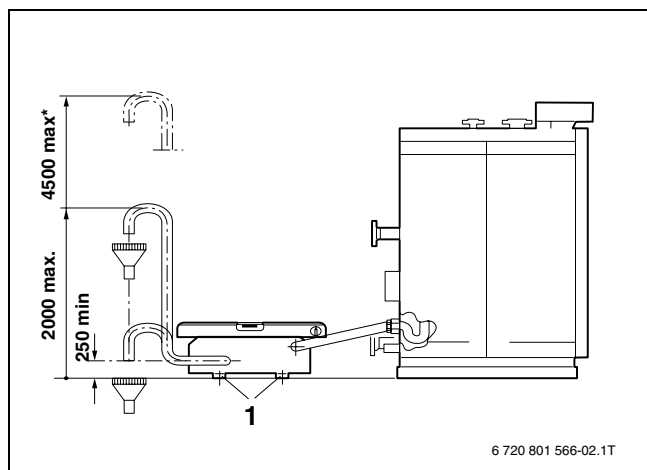

Fig. 2 Hauteurs
Le dispositif de neutralisation doit être installé si possible à proximité de la chaudière ou de l'échangeur thermique. Respecter impérativement les hauteurs indiquées dans la fig. 2.
- ▶ Positionner le bac horizontalement avec les pieds réglables → fig. 2, [1]).